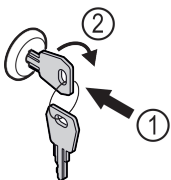

Fig. 46 Näitlik kujutis
- ▶ Vajutage võti sisse Fig. 46 (1).
- ▶ Keerake võtit 90° päripäeva Fig. 46 (2).